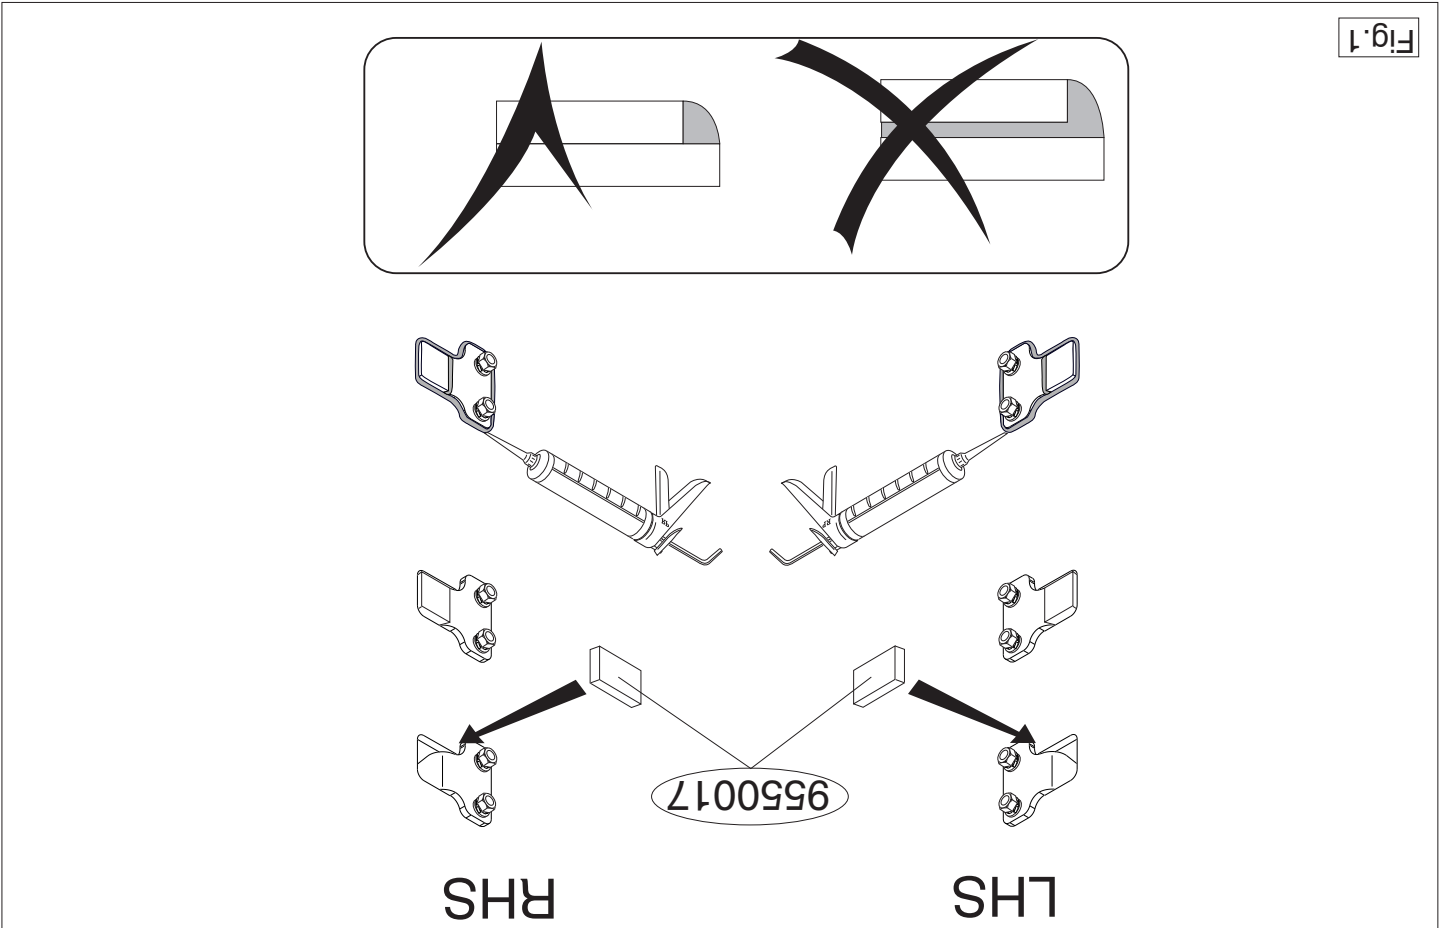

Fig. 1
7. Plaats de twee PE schuimblokken als afdichting en kit de aangegeven delen af (zie fig. 1).
7. Place the two PE foam blocks as spacers and seal the portions indicated (see fig. 1).
7. Die zwei PE-Schaumblocke als Dichtung anbringen und die angegebenen Teile kitlen (siehe Abb. 1).
7. Placer les deux blocs de mousse PE en guise de colmatage et boucher les parties indiquées (voir la fig.1).
7. Placera de två PE-skumblocken som distanshållare och tillslut delarna enligt figuren (se fig. 1).